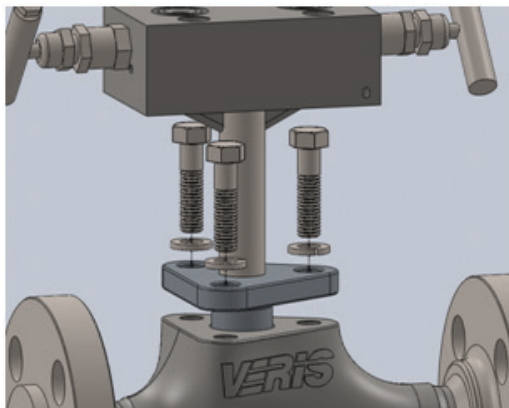

Figura 9. Orientación de los tornillos de la empaquetadura
- Instale los tornillos de la empaquetadura según la orientación que se muestra (consulte la figura 9) y ajuste a mano.